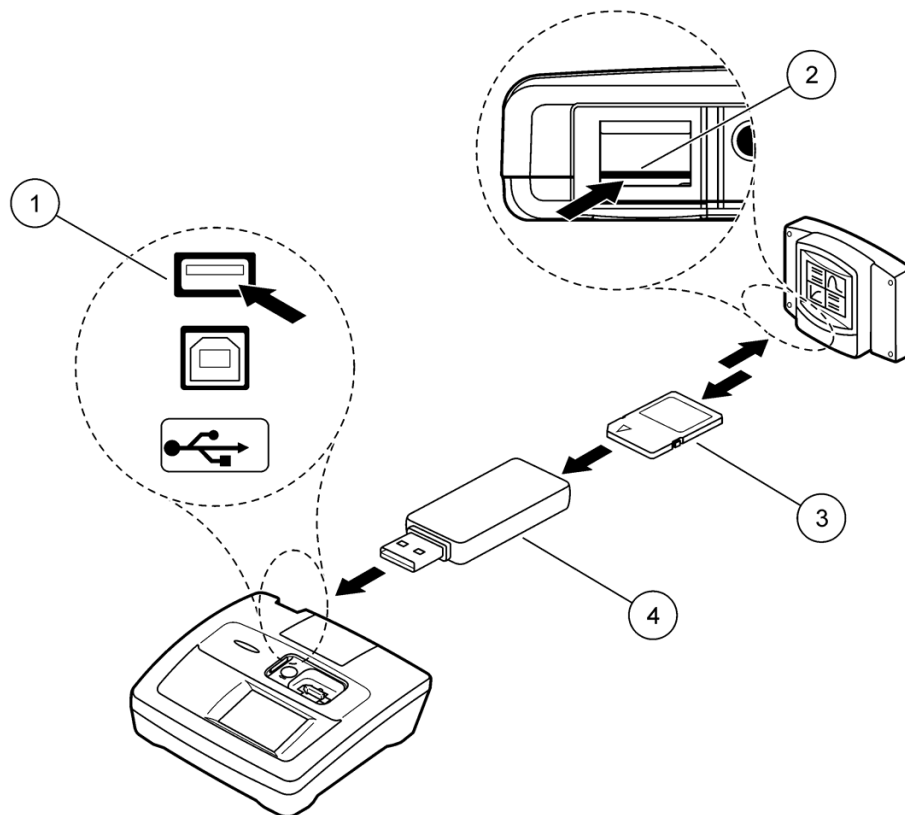

Abbildung 1 Export data from the sc1000 controller to the DR 3800
1. Stecken Sie die SD SanDisk-Karte in den USB-Adapter und verbinden Sie den USB-Adapter mit der USB-Schnittstelle am DR 3800 (siehe Abbildung 1 auf Seite 27).